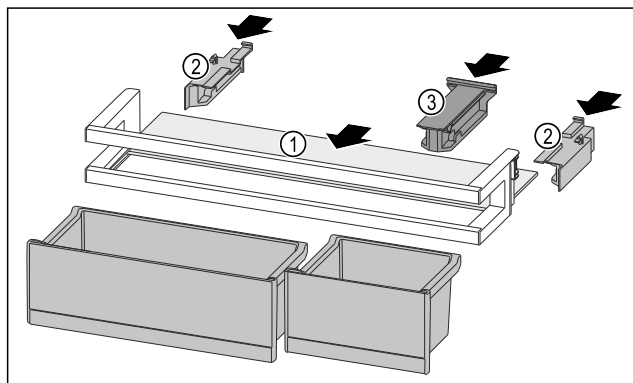

Fig. 251
- ▶ Вдвиньте съемную полку Fig. 251 (1) в боковые пазы.
- ▶ Установите боковые части Fig. 251 (2).
- ▶ Смонтируйте крепление Fig. 251 (3).